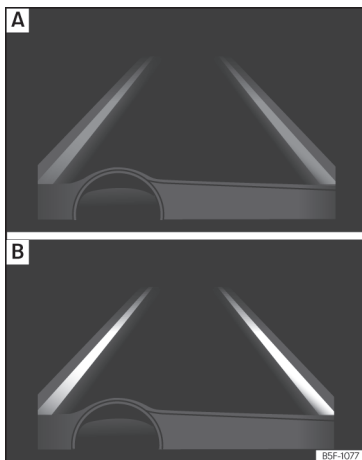

Fig. 278 En la pantalla del cuadro de instrumentos: indicación en la pantalla del sistema de aviso de salida del carril (ejemplo 1).
- El sistema está activado, pero no disponible, bien por no haber alcanzado la velocidad mínima o bien porque no reconoce las líneas de carril » **fig. 278 A**.
- El sistema está activado y disponible, tiene las dos líneas del carril reconocidas. En este momento no está corrigiendo la trayectoria » **fig. 278 B**.